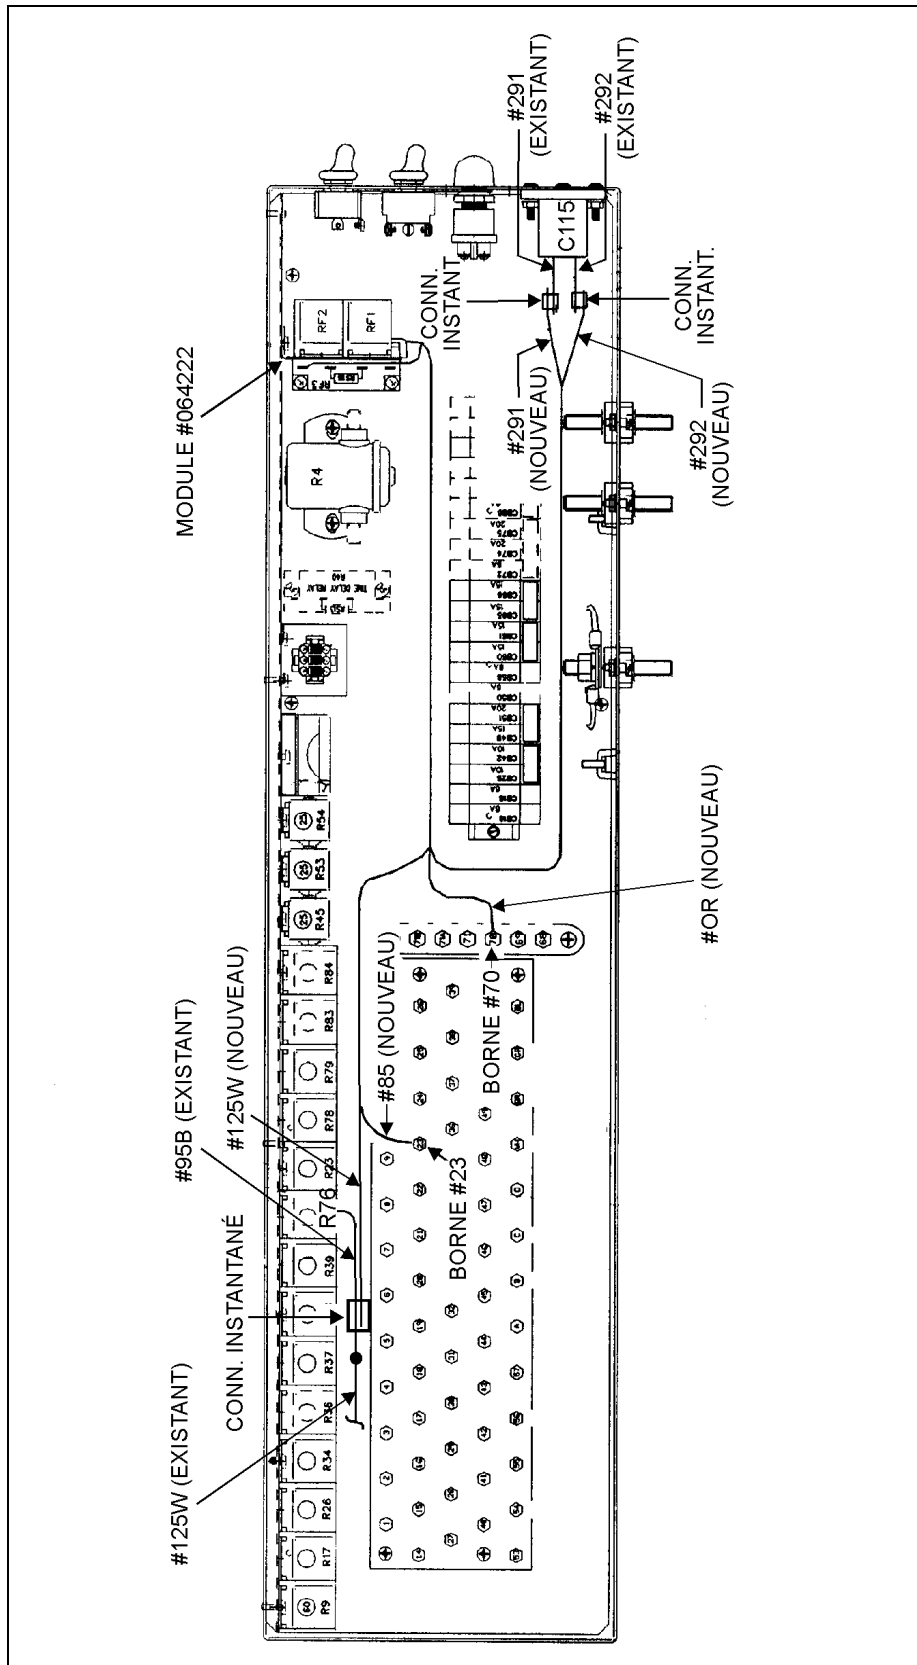

FIGURE 5
5. Identifier parmi les fils fournis avec le module de contrôle, les fils rouges #291 et #292. Acheminer ces fils jusqu'au connecteur C115 en suivant les faisceaux de fils existants (voir figure 5, page 7). Brancher le fil #291 avec le fil #291 du connecteur C115 en utilisant le connecteur instantané #560710. Répéter pour les fils #292.